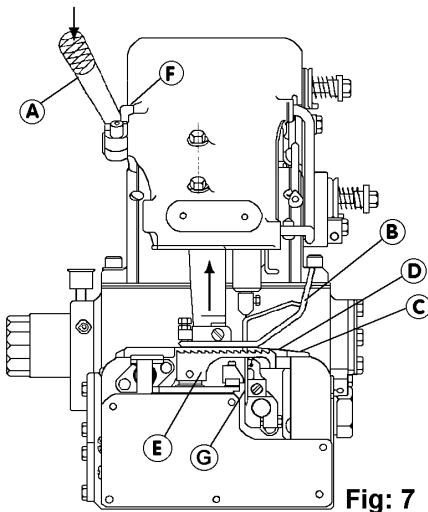
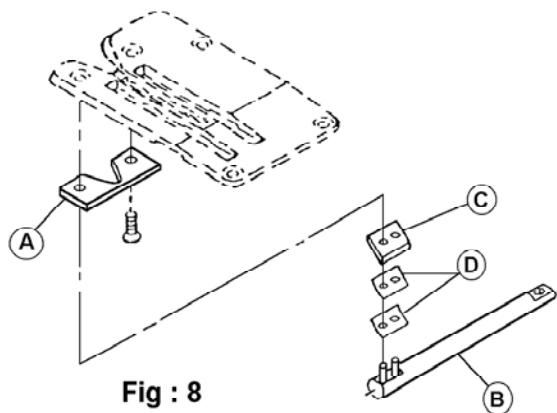

Fig: 7
Fig : 8
1. Siehe Abb. 7. Die Versorgung mit Druckluft und Strom absperren, so dass die Maschine sich im absoluten Ruhezustand befindet
2. Den Griff A zum Öldruckmesser (I) hin drücken. Hierdurch bewegt sich die Basis B nach oben von der Förderplatte (D) weg.
3. Eine 6 mm dicke Platte zwischen den Griff (A) und der Schraube (F) schieben.
5. Die Förderplatte (D) entfernen, dazu die Schrauben (C) herausdrehen
6. (siehe Abb.8) Die bewegliche Klinge (C) wird von zwei Federn (D) gehalten und von den zwei Stiften auf der Welle (B) positioniert.
7. Beim Auswechseln oder Wenden des Messers empfiehlt es sich, auch die Federn (D) auszuwechseln.
9. Das Messer auswechseln oder umdrehen. Abb.7
11. Nicht vergessen, die Scheibe zwischen Griff (A) und Schraube (F) zu entfernen.